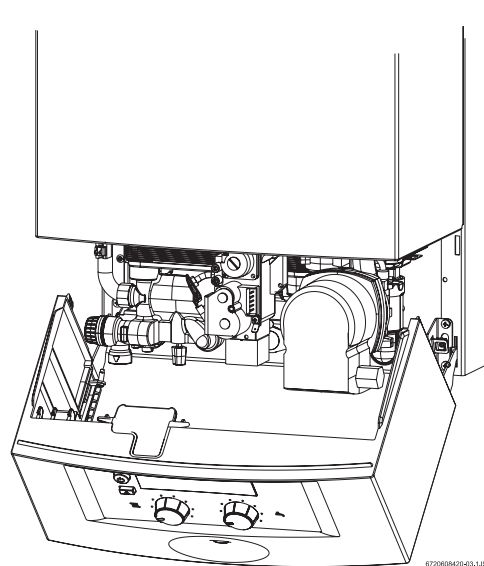

Fig. 30 Poziția de service pentru reglarea gazului
- ▶ Se rabate în jos panoul de comanda în poziția de service. (vezi Fig. 30).
- ▶ Se rabate în jos panoul de control în poziția de service (vezi Fig. 30).